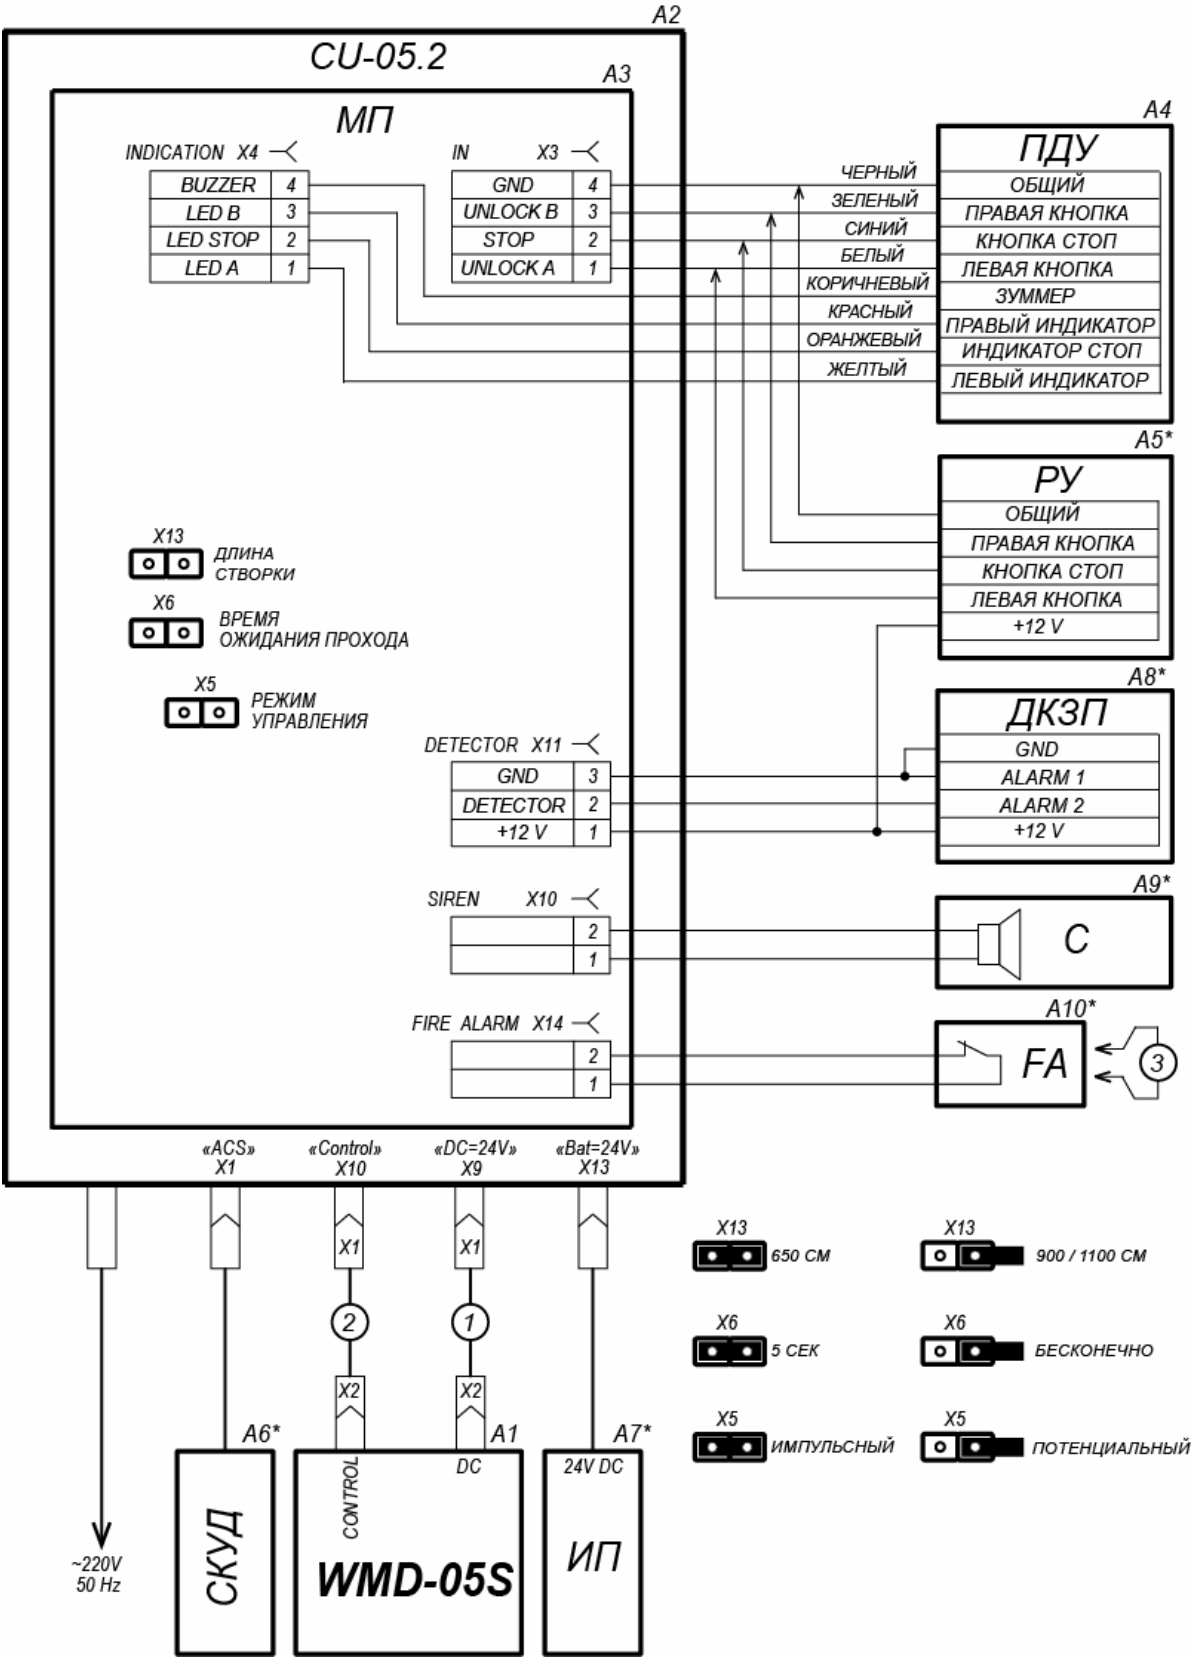

Рисунок 7. Схема подключения калитки¹
- кабель питания (11) к разъему **«DC=24V»**;
- кабель ПДУ (12) протяните через предназначенный для него кабельный ввод внутрь блока управления и подключите к клеммным колодкам **X3** и **X4** модуля процессорного в соответствии с рис. 5 и рис. 7.
11. Подключите устройство, подающее сигнал аварийной разблокировки для чего: протяните кабель через кабельный ввод **«ALARM»** внутрь блока управления, снимите перемычку с клеммной колодки **X14** модуля процессорного и подключите кабель в соответствии с рис. 5 и рис. 7.